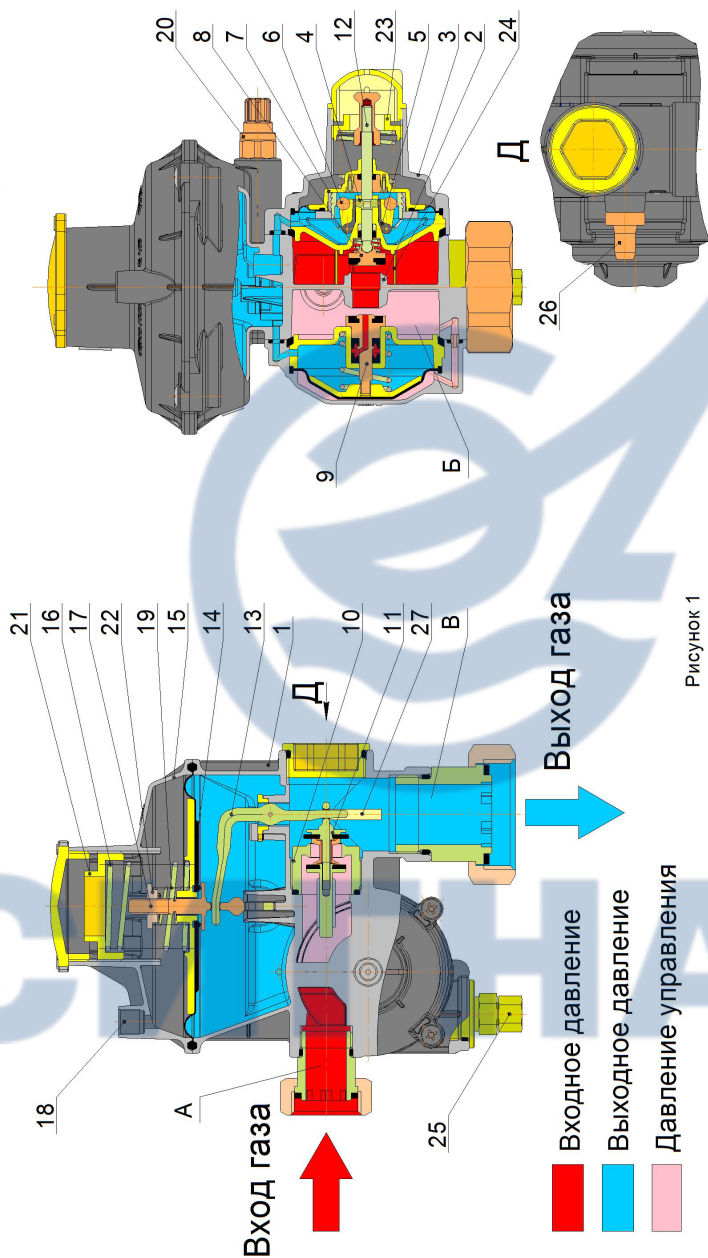

Рисунок 1
2.2.7.4 Потянув на себя шток 12 (см. рис. 1), взвести клапан ПЗК. Клапан ПЗК должен зафиксироваться в верхнем положении.
2.2.7.5 Нажать до упора, а затем отпустить кнопку запуска 20 (см. рис.1). Осуществить необходимую настройку регулятора. Выходное давление газа контролировать по манометру через штуцер для замера выходного давления 26.
ВНИМАНИЕ! В случае ложного срабатывания клапана ПЗК при пуске необходимо повторить п. **2.2.7.4**, затем надавить на шток 12 (см. рис.1), для предотвращения срабатывания клапана ПЗК, после чего повторить п. **2.2.7.5**.
2.2.7.7 Настройка выходного давления производится вращением регулировочной гайки 21 (см. рис. 1), ослабляющей или сжимающей задающую пружину 16. При вращении по часовой стрелке выходное давление увеличивается, а против – уменьшается.